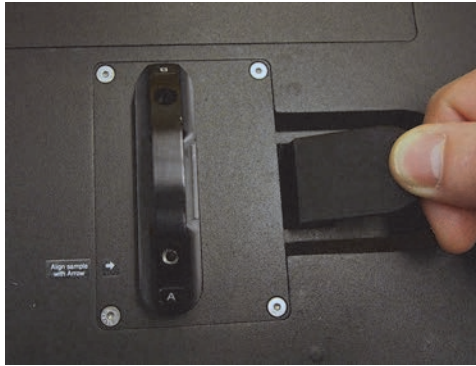

Abbildung 3-16 Verriegelte Probenkammer
2. Verriegeln Sie die Probenzellenhalterung durch Herunterdrücken des Spannhebels (Abbildung 3-16 auf Seite 59).